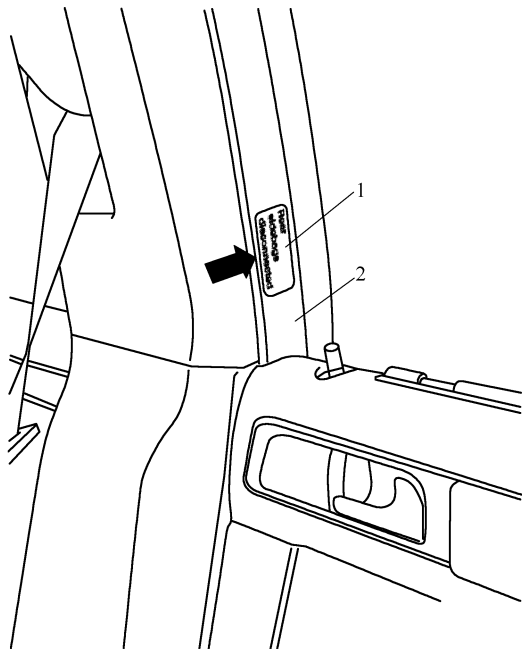

图 6-2-28 后部侧面安全气囊已关闭的贴签
- (1) 如图 6-2-28 所示, 将侧面安全气囊已关闭的贴签 1 贴在后车门的门框 2 上(箭头所示)。
- (2) 若在某国必须贴上多个贴签, 则将其依次贴在图示贴签的上方。